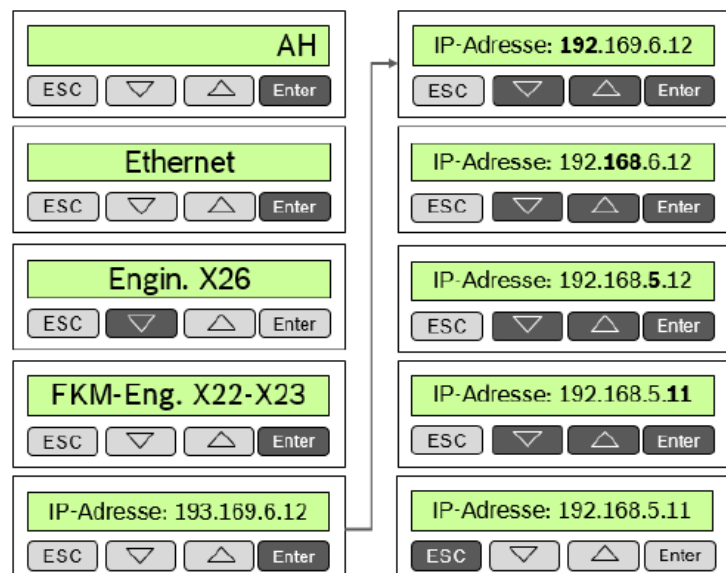

Abbildung 3: Anpassen IP-Adresse über Bedienteil des Antriebes
Die Abbildung 3 zeigt die Vorgehensweise am Beispiel der Ports X22/23 (MT) über das Bedienteil des Antriebes.